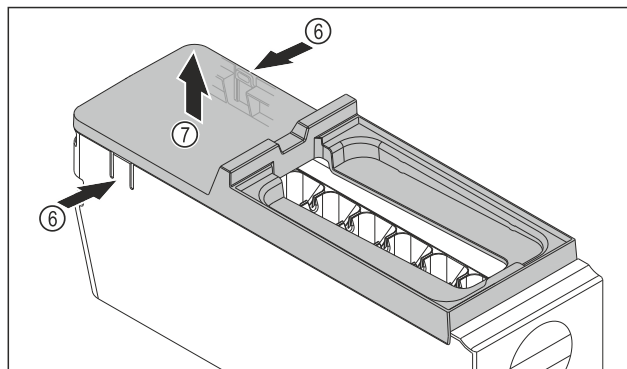

Fig. 198
- ▶ Снимите крышку корпуса EasyTwist-Ice: Надавите рукой на накладку Fig. 198 (6) с обеих сторон корпуса EasyTwist-Ice.
- ▶ Другой рукой снимите крышку Fig. 198 (7) по направлению вверх.